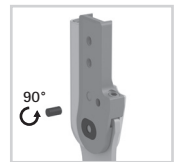

Abb. 19
- 7 Drehen Sie die abgenutzte Stelle des Gewindegewindestiftes um ca. 90° (Abb. 19).